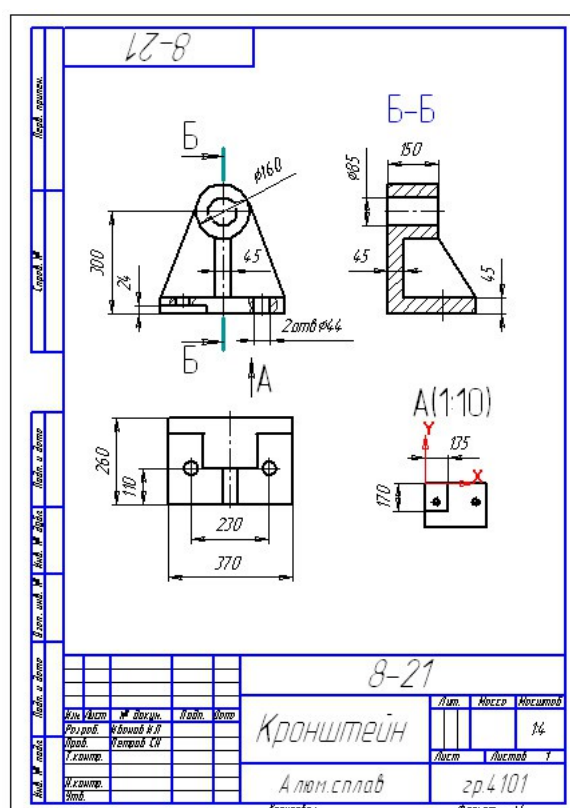

Рис.4
**видов--«вида1»**- установлено в центр окружностей фронтальной проекции детали. Этот **«вид1»** включает в себя три проекции – фронтальную (вид спереди), горизонтальную (вид сверху) и профильную (вид слева), начерченные в масштабе 1:4. На том же чертеже (рис.4) показано положение начала координат другого **вида - «вида2»**, включающего в себя одну единственную проекцию – вид снизу, начерченную в масштабе 1:10.